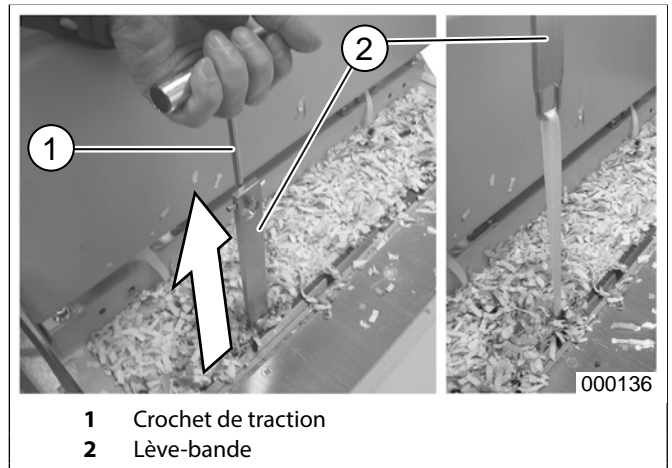

fig. 15 Lève-bande
3. Tirer la bande vers le haut avec le lève-bande (fig. 15/2) et à l'aide du crochetel fourni jusqu'à environ 40 cm au-dessus du vérin de compression.